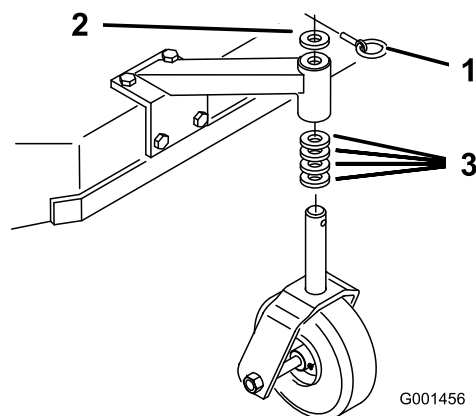

Figura 20
1. Usando la Tabla de alturas de corte, ajuste los espaciadores de las ruedas giratorias según el taladro de eje seleccionado (Figura 20).
2. Retire el pasador, retire la rueda giratoria del soporte y cambie los espaciadores (Figura 20).
3. Instale la rueda giratoria en el soporte e introduzca el pasador (Figura 20).